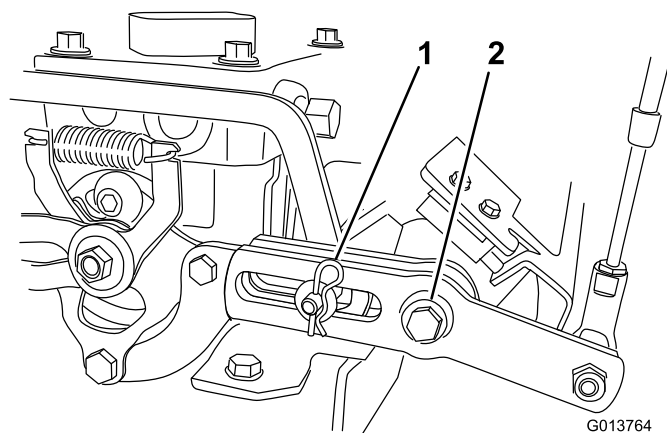

図 8
3. 左側ショルダ・ハブとコントロール・フォークに入っているボルトをゆるめる (図 8)。
4. 左側速度コントロール・リンケージ・アセンブリの端部からヘアピン・コッターとワッシャを取り外す (図 8)。